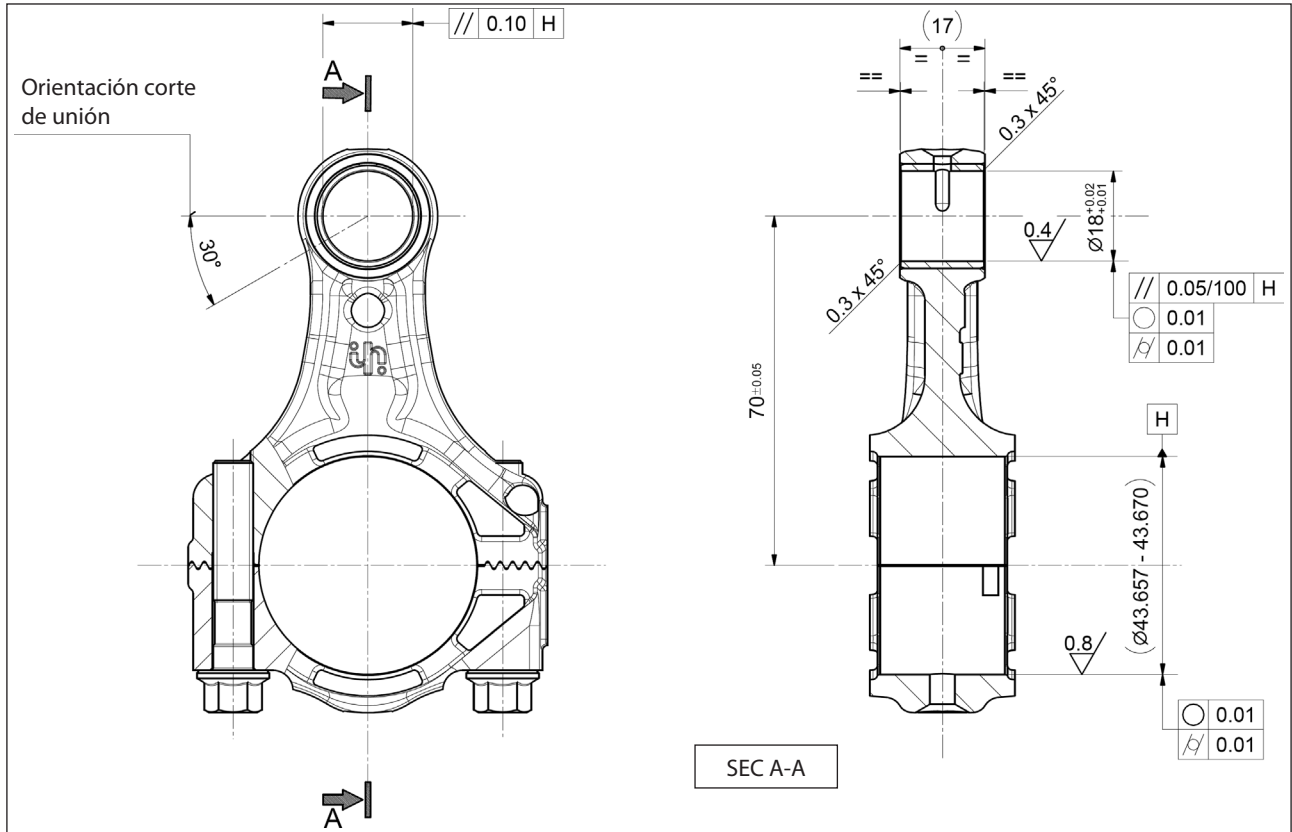

Fig. 32
\*\* Los tornillos de fijación del cabezal pos. dib. desglosado 55 deben ser ajustados utilizando una llave dinamométrica respetando el orden indicado en el esquema de la (Fig. 32).
- el corte de unión sea orientado como se indica en Fig. 32.
A continuación realizar trabajos mecánicos respetando obligatoriamente las dimensiones y tolerancias mostradas en la Fig. 32.